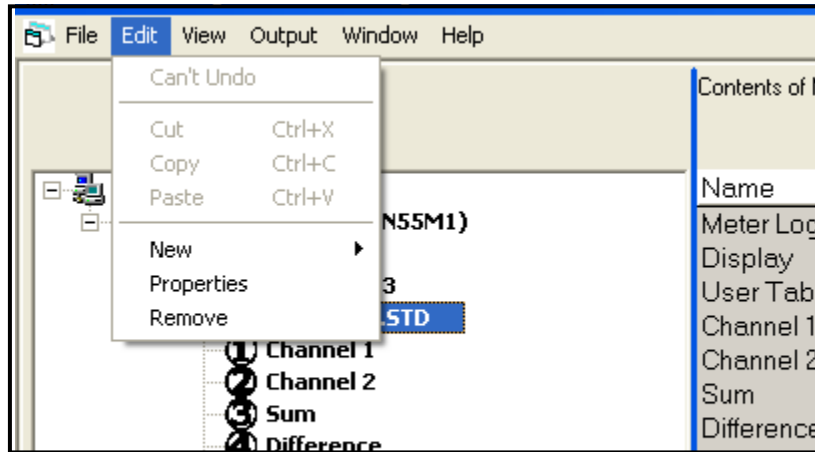

Figura 49: Opção *Properties* (Propriedades)
2. Clique com o botão direito do mouse no XGF868i destacado e selecione a opção *Properties* (Propriedades), conforme mostrado na *Figura 49* abaixo.